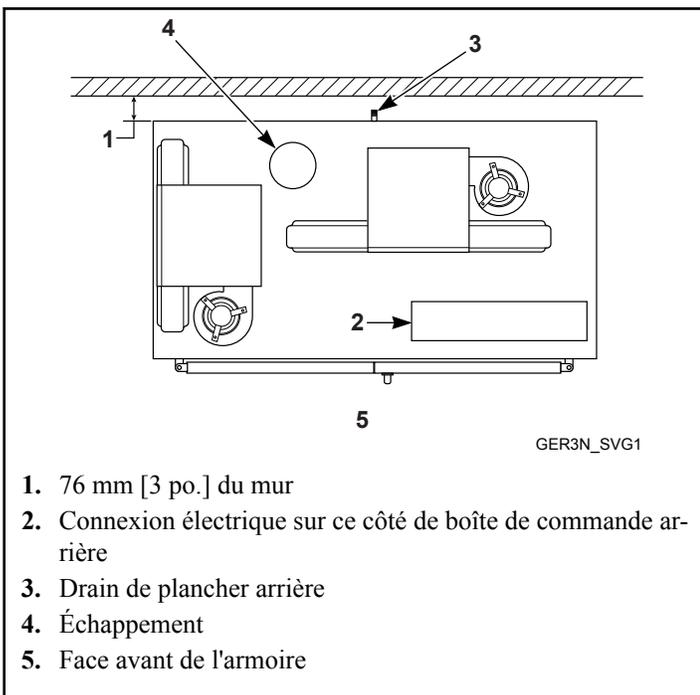

Figure 3
6. Le panneau arrière de la machine doit être à au moins 76 mm [3 po.] du mur. Se reporter à *Figure 3*.